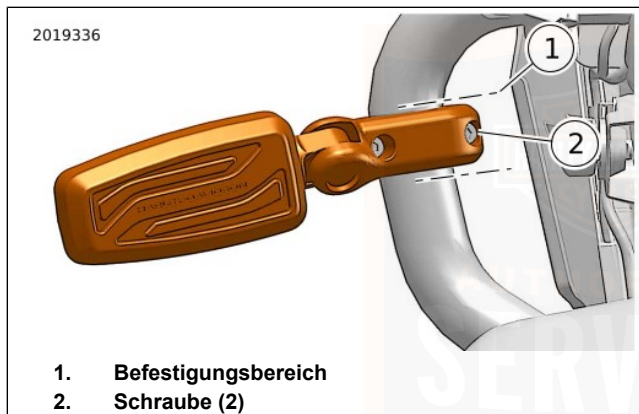

Abbildung 73. Highway-Fußraste (linke Seite)
1. Siehe Abbildung 73. Die Schrauben (2) lösen.